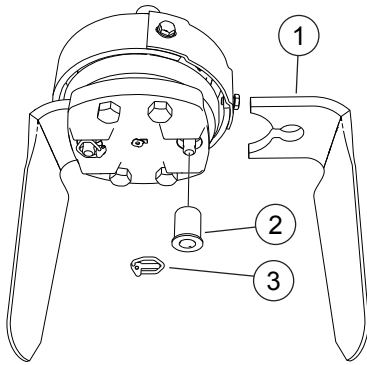

FIG. 47
- Den Splint entfernen (3, "Fig. 47").
- Die Hülse herausziehen (2).
- Das Werkzeug abbauen (1).